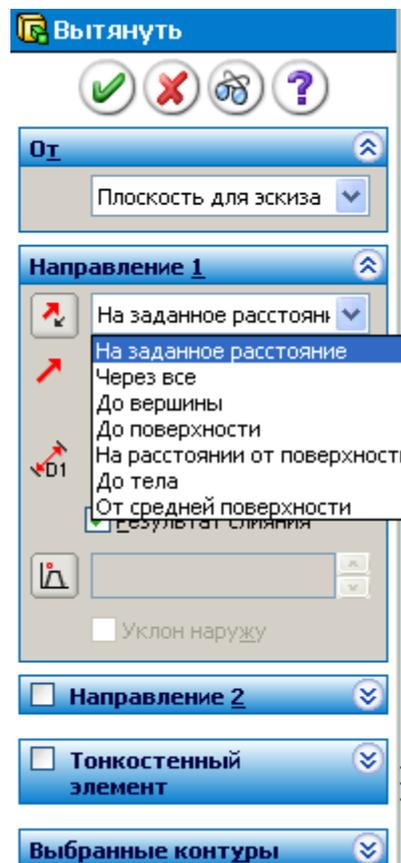

Рис.3.2. Вікно менеджера властивостей *Витягнутий виступ/основа*
*Витягнутий виступ/основа*. На рис. 3.2 представлена панель Менеджера властивостей при виконанні операції "Витягнутий виступ/основа".